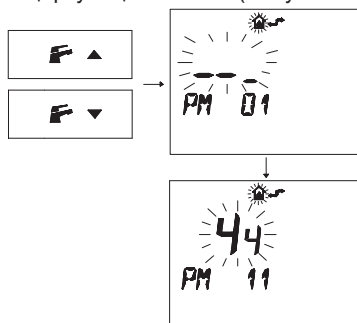

Рисунок 5.83
- Нажмите кнопки **F** **▲** или **F** **▲**, чтобы вывести на дисплей параметр **PM11** пост-циркуляции насоса (Рисунок 5.83).